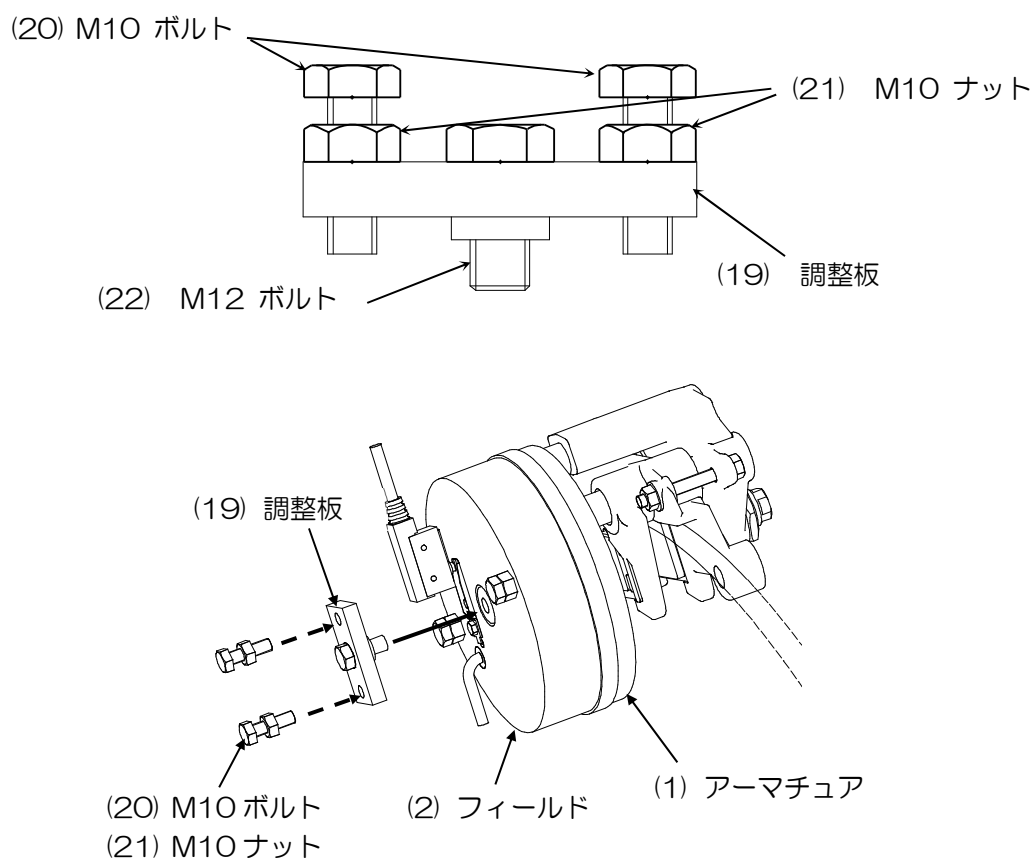

図2 調整治具の取付
- ①ブレーキの吸引・落下動作時に、フィールド(2)、アーマチュア(1)が円滑に動作することを確認する。
- ②左右両方のブレーキが“落下”（ブレーキ制動）状態にあることを確認する。
- ③治具の調整板(19)から M10 ボルト(20)と M10 ナット(21)を取外す。(2ヶ所)
- ④調整板(19)をコイル中心部に M12 ボルトで取付け、スパナで締め込む。(図2参照)
- ⑤調整板(19)に M10 ボルト(20)と M10 ナット(21)を取付ける。
- ⑥両側の M10 ボルト(20)がフリーであることを確認して、フィールド(2)にジャストタッチ（手で締め込んだ時、急に重くなる位置）するまで、手締めで締め込む。